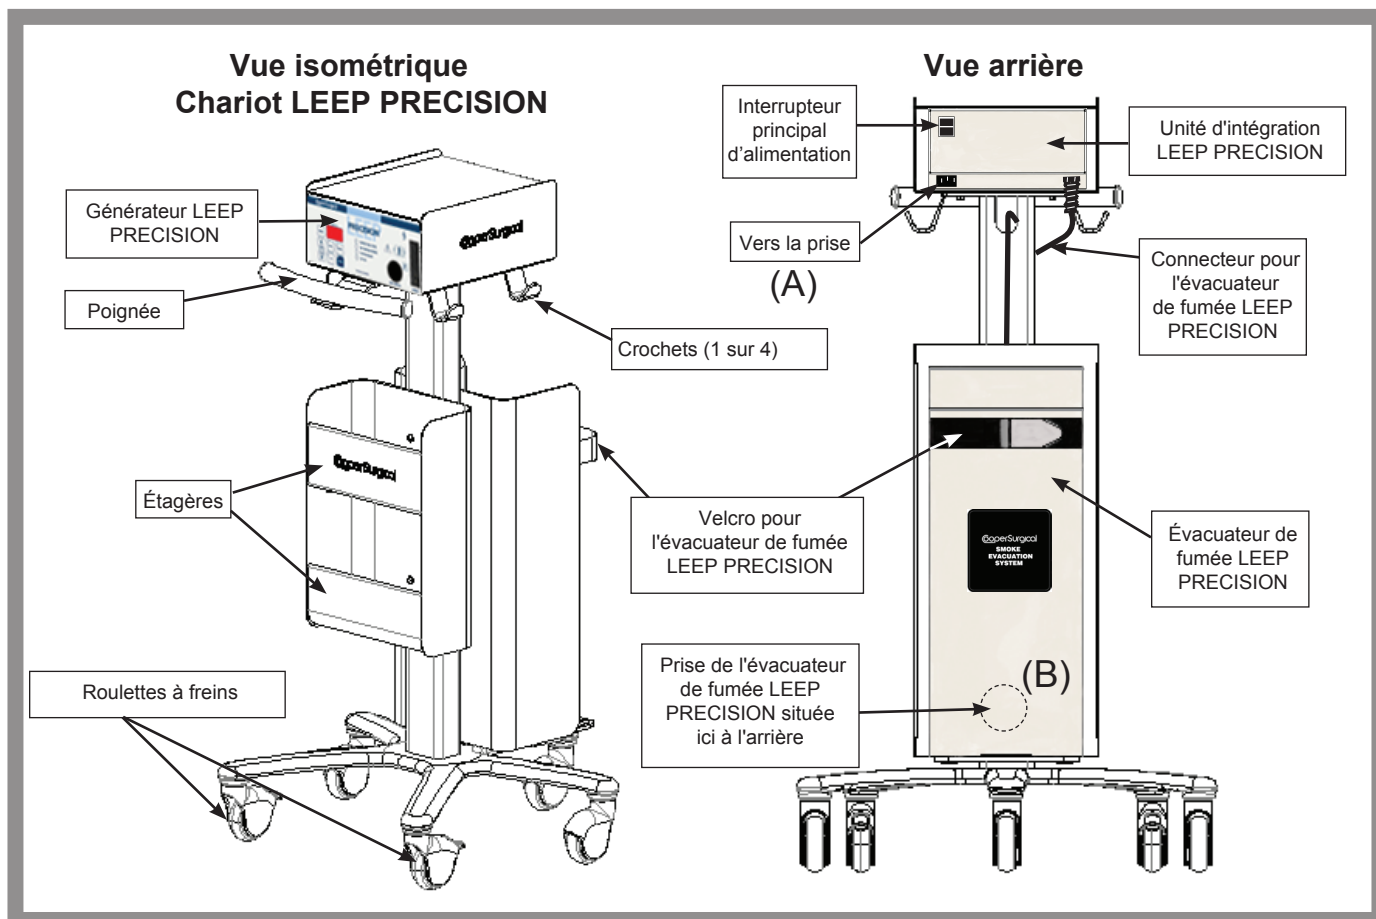

Figure 1
2. Brancher le connecteur [situé en (B) sur la (B) Figure 1] de l'unité d'intégration LEEP PRECISION à l'arrière de l'évacuateur de fumée LEEP PRECISION.
S'assurer que l'interrupteur ON/OFF du système intégré LEEP **12** PRECISION, situé sur l'unité d'intégration LEEP PRECISION, est sur la position OFF (« O »). Brancher ensuite le cordon d'alimentation à la prise de l'unité d'intégration **13** LEEP PRECISION, puis à une prise murale de type hospitalier, afin d'obtenir l'alimentation [voir (A) à la Figure 1].